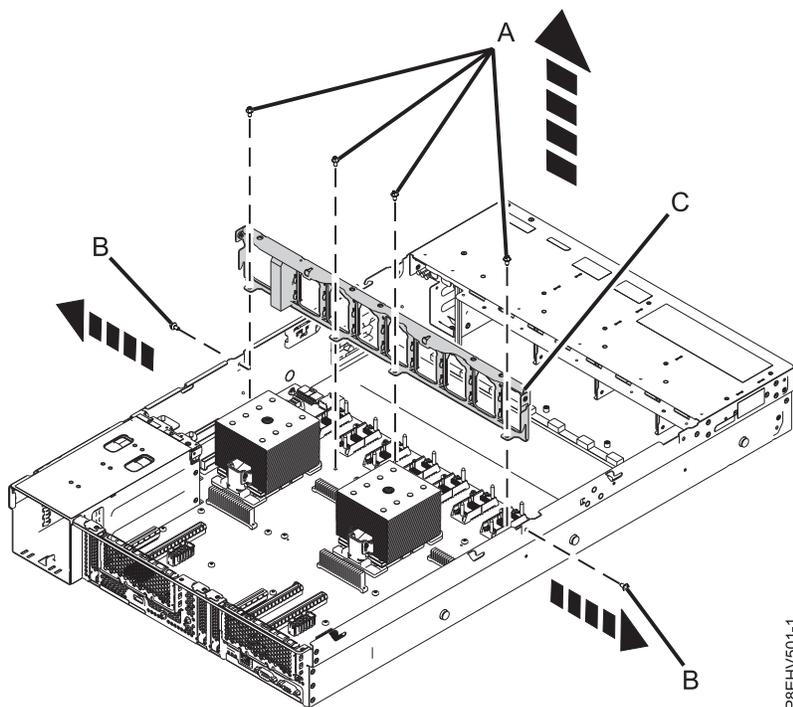

図 116. 中間サポートの取り外しおよびねじの位置
12. 中間サポート (C) を取り外します。図 116を参照してください。
- a. システムの各側面からねじ (B) を取り外します。
- b. 中間サポートをシステム・バックプレーンに接続している 4 本のねじ (A) を取り外します。
- c. 中間サポート (C) を持ち上げて外します。